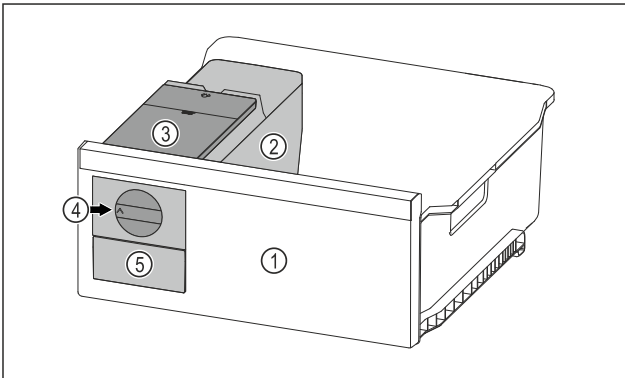

Fig. 97 Simbolična slika
- ▶ Vrtljivi gumb Fig. 97 (4) obrnite do konca v smeri urinih kazalcev.
- ▷ Kocke ledu iz posode za ledene kocke padajo v predal za ledene kocke Fig. 97 (5).